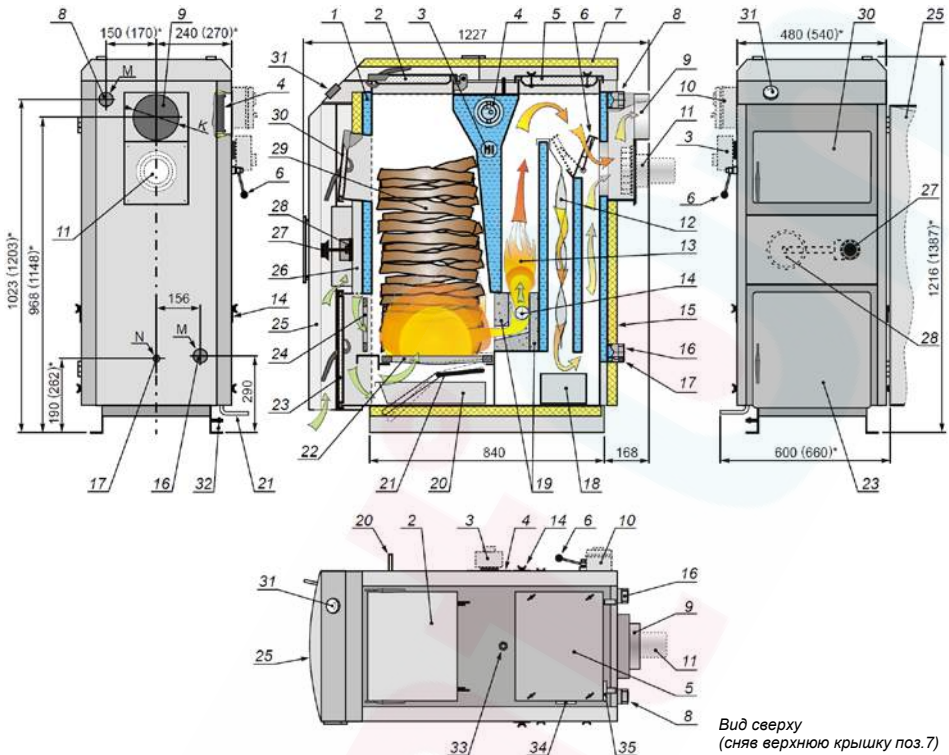

Рис.1.
Корпус котла (1) (см. рис. 1а, 1б), сварен из стальных листов, имеет емкости